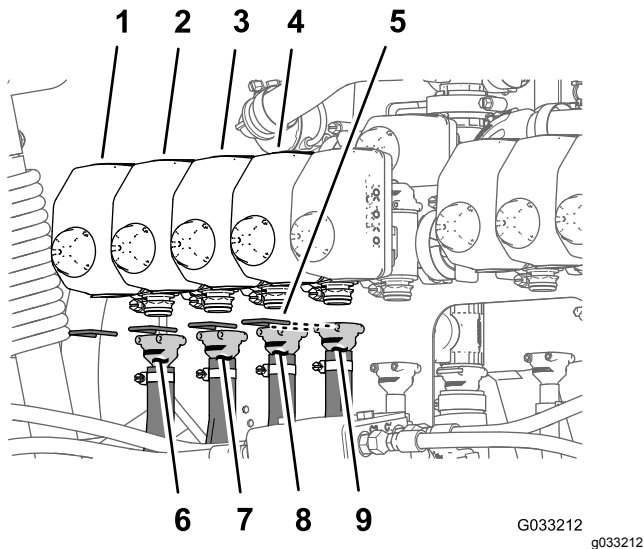
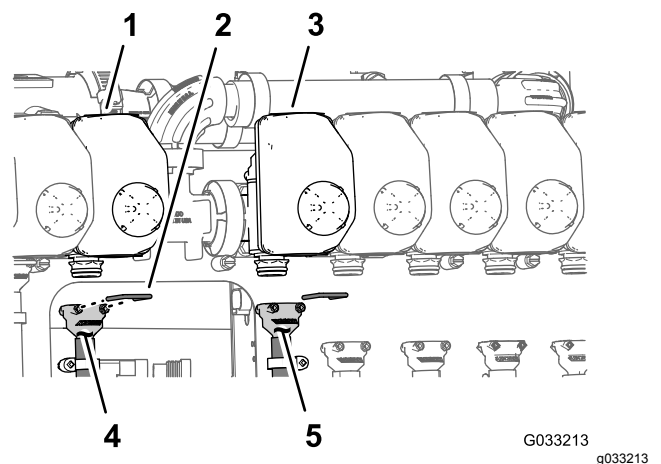
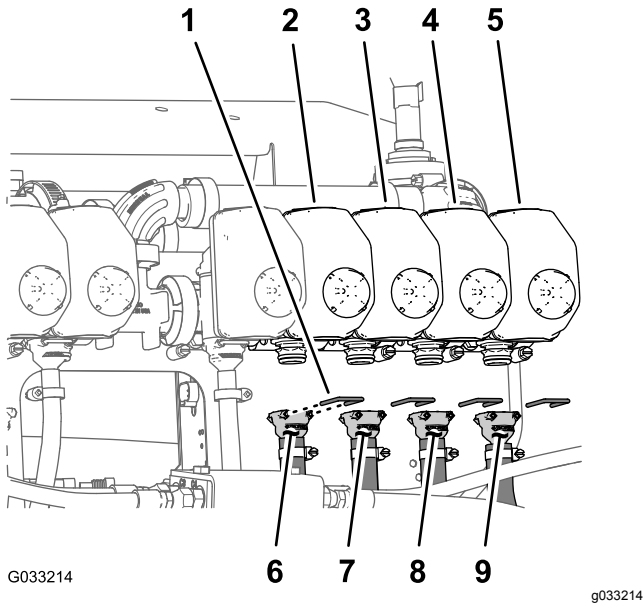

Figure 72
Figure 73
Figure 74
Remarque: Reportez-vous à la Figure 72 de la section Montage des flexibles sur les vannes de buse 1 à 4 (page 37), la Figure 73 de la section Montage des flexibles sur les vannes de buse 5 et 6 (page 37) et la Figure 74 de la section Montage des flexibles sur les vannes de buse 7 à 10 (page 38) pour les positions de vanne de buse.
1. Montez le raccord droit cannelé du flexible d'alimentation de 279 cm sur le raccord de la vanne de buse 1 (Figure 72).
2. Fixez le raccord cannelé au raccord de vanne avec un étrier (Figure 72).
3. Montez le raccord droit cannelé du flexible d'alimentation de 234 cm sur le raccord de la vanne de buse 2 (Figure 72).
4. Fixez le raccord cannelé au raccord de vanne avec un étrier (Figure 72).
5. Montez le raccord droit cannelé du flexible d'alimentation de 188 cm sur le raccord de la vanne de buse 3 (Figure 72).
6. Fixez le raccord cannelé au raccord de vanne avec un étrier (Figure 72).
7. Montez le raccord droit cannelé du flexible d'alimentation de 188 cm sur le raccord de la vanne de buse 4 (Figure 72).
8. Fixez le raccord cannelé au raccord de vanne avec un étrier (Figure 72).
1. Montez le raccord droit cannelé du flexible d'alimentation de 81 cm sur le raccord de la vanne de buse 5 (Figure 73).
2. Fixez le raccord cannelé au raccord de vanne avec un étrier (Figure 73).
3. Montez le raccord droit cannelé du flexible d'alimentation de 81 cm sur le raccord de la vanne de buse 6 (Figure 73).
4. Fixez le raccord cannelé au raccord de vanne avec un étrier (Figure 73).
1. Montez le raccord droit cannelé du flexible d'alimentation de 188 cm sur le raccord de la vanne de buse 7 (Figure 74).
2. Fixez le raccord cannelé au raccord de vanne avec un étrier (Figure 74).
3. Montez le raccord droit cannelé du flexible d'alimentation de 188 cm sur le raccord de la vanne de buse 8 (Figure 74).
4. Fixez le raccord cannelé au raccord de vanne avec un étrier (Figure 74).
5. Montez le raccord droit cannelé du flexible d'alimentation de 234 cm sur le raccord de la vanne de buse 9 (Figure 74).
6. Fixez le raccord cannelé au raccord de vanne avec un étrier (Figure 74).
7. Montez le raccord droit cannelé du flexible d'alimentation de 279 cm sur le raccord de la vanne de buse 10 (Figure 74).
8. Fixez le raccord cannelé au raccord de vanne avec un étrier (Figure 74).